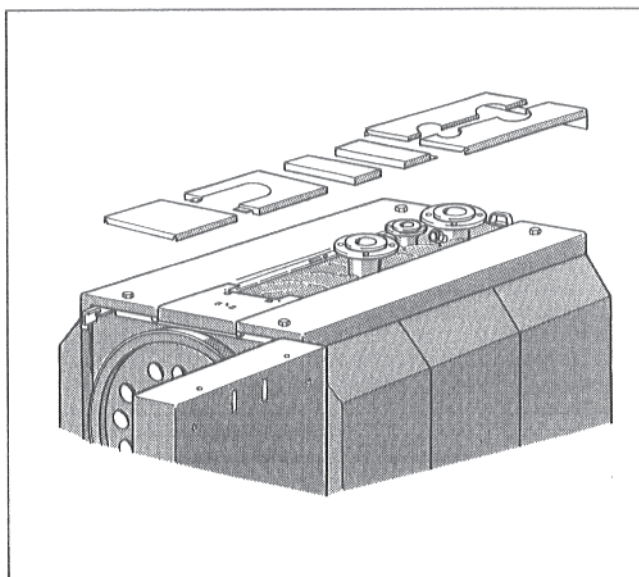

Рис. 18
- Вставить без фиксации 4 заполняющие части кожуха в отбортовку боковых частей кожуха в соответствии с Рис. 18.